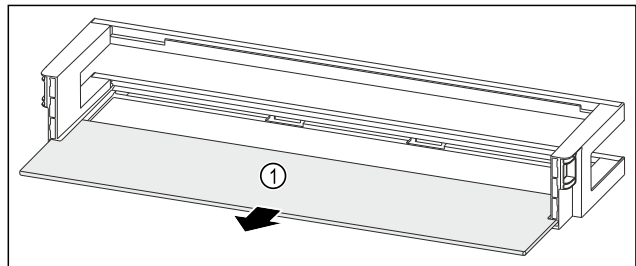

Fig. 91 Лотки на дверцятах з полицю
- ▶ Дістаньте полицю Fig. 91 (1).